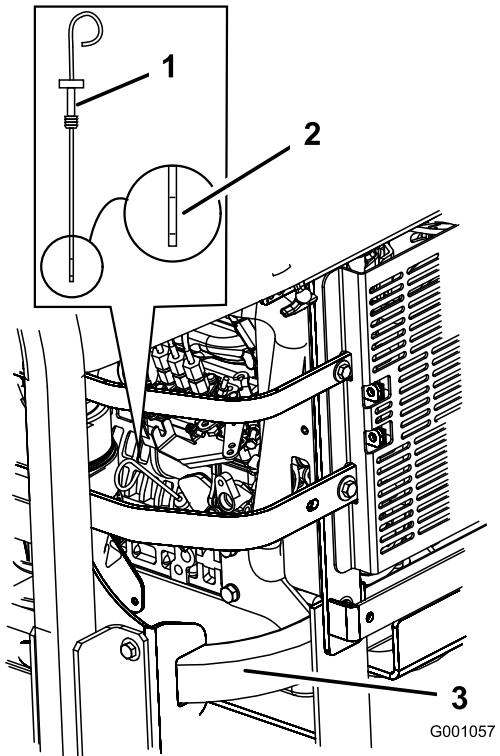

Figure 35
3. Nettoyez la surface autour de la jauge dhuile (Figure 35) pour éviter que des impuretés ne s'introduisent dans le goulot de remplissage, ce qui risquerait de dédommager le moteur.
4. Sortez la jauge dhuile et essuyez soigneusement l'extrémité métallique (Figure 35).
5. Enfoncez la jauge complètement dans le goulot de remplissage. Ressortez la jauge et examinez l'extrémité métallique (Figure 35). Si le niveau est bas, versez lentement une quantité dhuile suffisante dans le trou de remplissage pour amener le niveau au repère du plein.